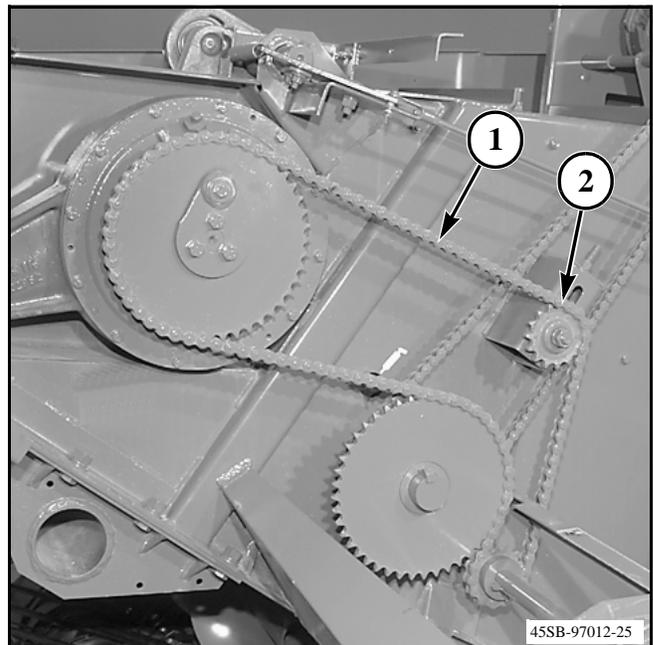

FIG. 8
FIG. 8: Debido a que los dedos de la máquina de relleno están sincronizados con el émbolo, mantenga la tensión correcta de la cadena. Ajuste la tensión a 9,5 mm (3/8 de pulg.) de deflexión a la mitad del rango (1) con 22,7 kg (50 lb) de fuerza con el perno de tensión en la rueda dentada de engranaje ajustable (2).